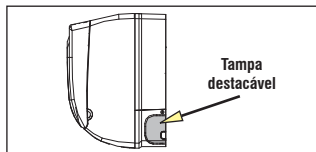

FIG. 15
- Retire a tampa destacável da unidade (Fig. 15) e passe a tubulação através da parede (repita o procedimento acima para cortar e instalar o tubo de 75 mm).